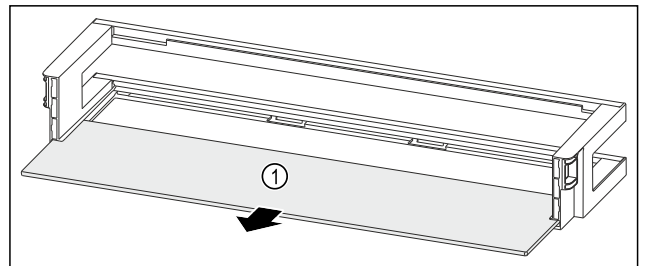

Fig. 99 Лотки на дверцятах з полицею
- Дістаньте полицю Fig. 99 (1).